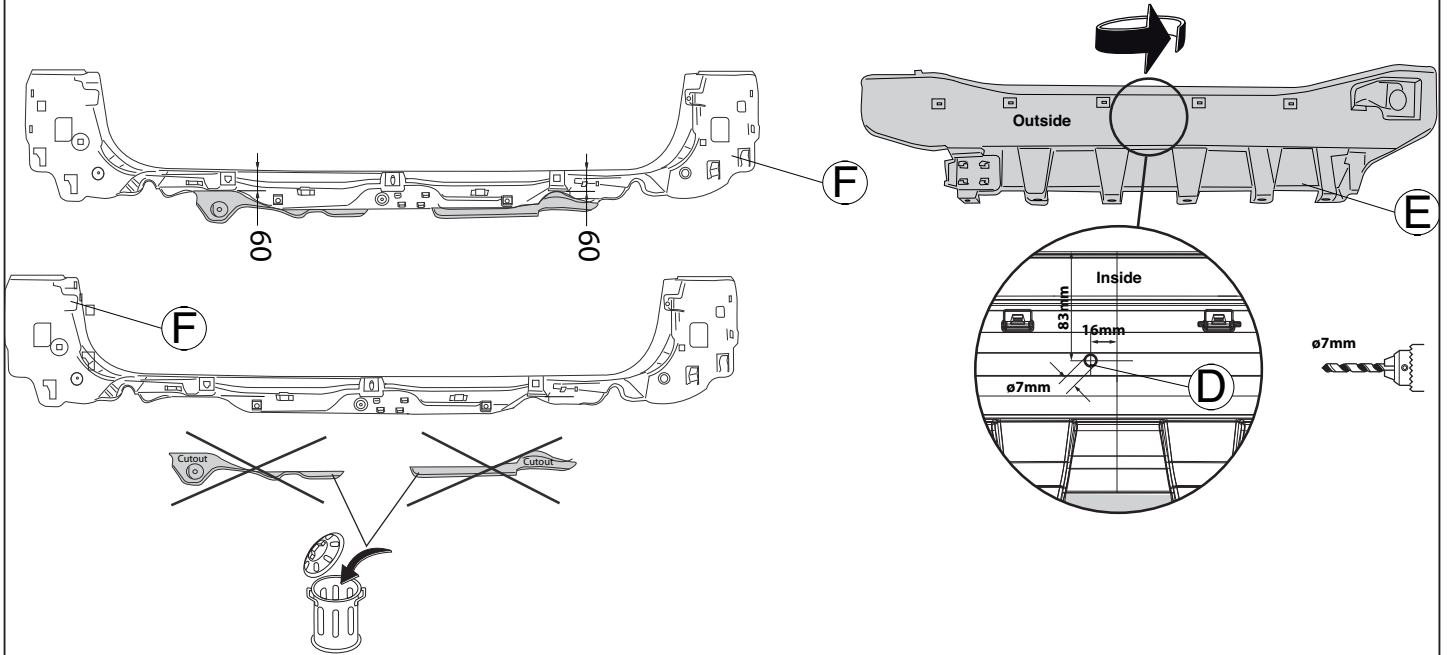

Fig.2
4. Для автомобилей **Touring**: Отпилить обозначенные части, как указано на рис. 2. Закрепить деталь F.
8. Просверлить отверстие D диаметром 7 мм, как указано на рис. 2 и 3.